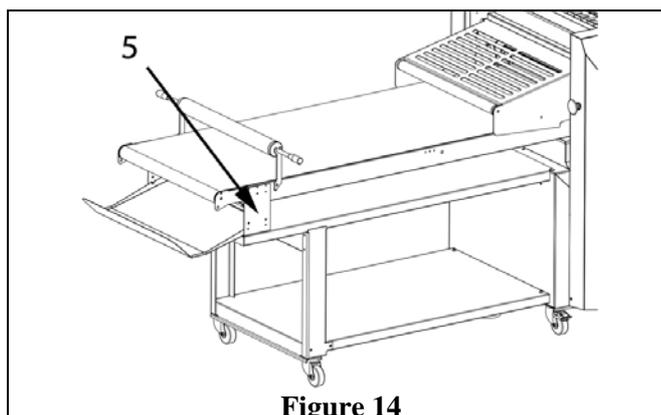

Figure 14
Dans la machine «châssis», le tapis est placé sur les surfaces sous-jacentes grâce aux étriers autocentrés de la figure 14, pos.5.